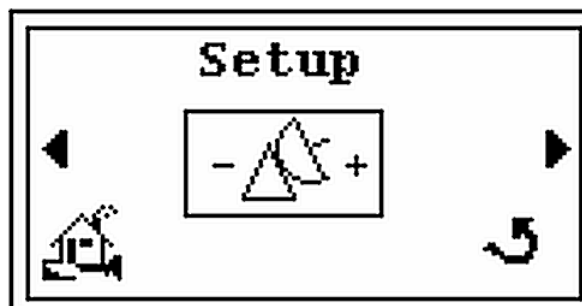

図 2-46 Setup 画面
3.  を押すと *Setup* 画面が表示されます (図 2-46)。